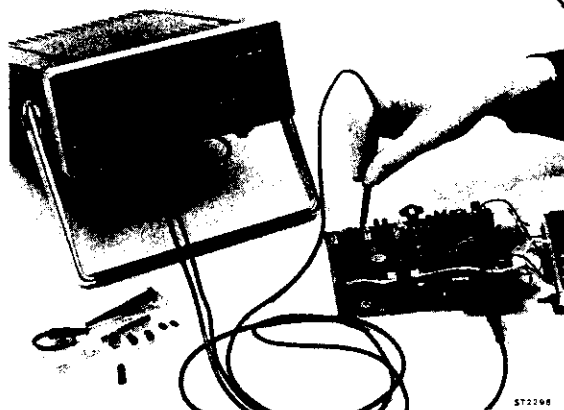

Fig. 3.
2.2.2. Data hold probe PM 9263 (Fig. 3)